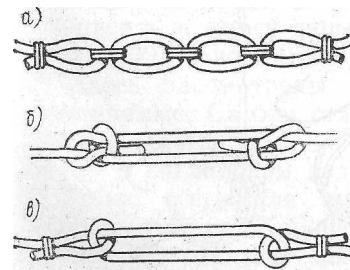

Рис. 68. Узлы на кабельтовых.
**Узлы на кабельтовых** (рис. 68). Узел а получает при наложении нескольких бензелей, прихватывающих концы тросов. Узел б надежнее, чем два встречных беседочных узла. Узел в очень гибкий и мягкий. Для удержания его на стальных тросах необходимо наложить бензели. Такой узел превосходно соединяет растительные тросы.